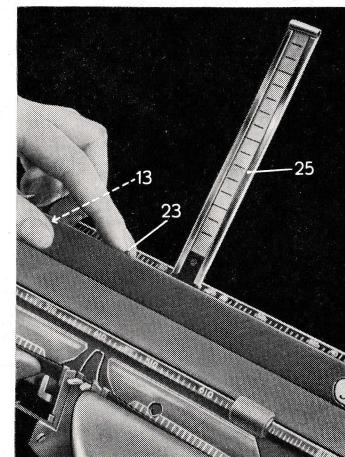

Abb. 5
Vor dem Einführen des Papiers schiebt man zunächst die Papieranlage (13) in die äußerste linke Endstellung. Die Papierstütze (25) wird durch einen leichten Druck auf den Auslösehebel (23) freigegeben und schnellt automatisch in die senkrechte Stellung (Abb. 5).